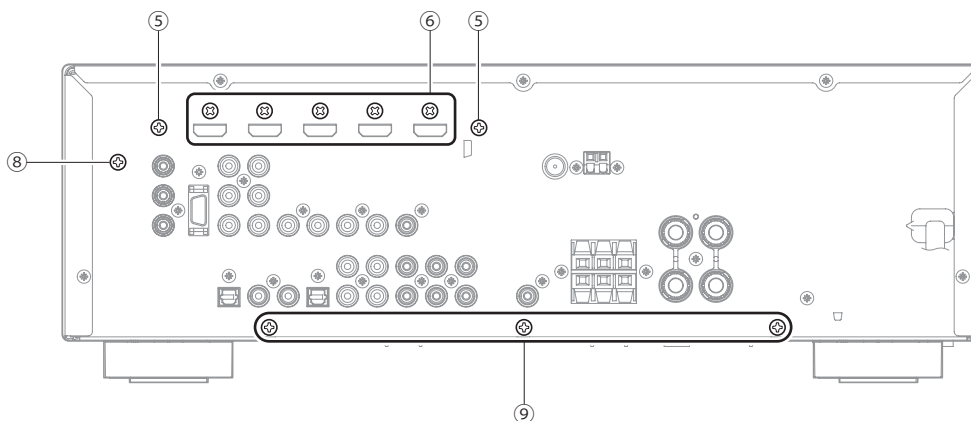

Fig. 3
- d. Remove 2 screws (⑤) and 5 screws (⑥). (Fig. 3)
- d. ⑤のネジ 2 本、⑥のネジ 5 本を外します。(Fig. 3)
- c. Remove screw (⑧). (Fig. 3)
- c. ⑧のネジ 1 本を外します。(Fig. 3)
- Remove 3 screws (⑨). (Fig. 3)
- ⑨のネジ3本を外します。(Fig. 3)